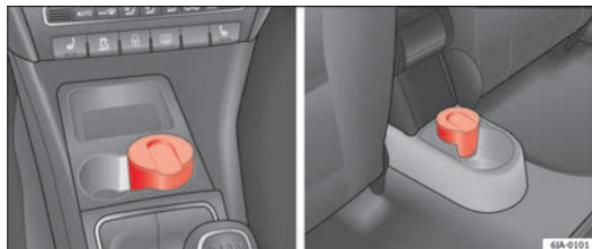

Fig. 84 Consola central: cinzeiro dianteiro/cinzeiro traseiro
- O cinzeiro ⇒ Fig. 84 retira-se puxando-o para cima.